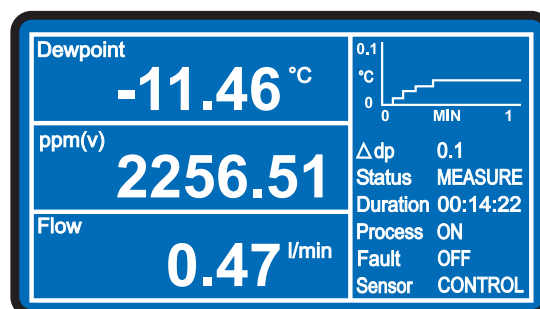

Рис. 24 Главный экран
1. Включите прибор, установив выключатель питания на задней панели в положение **ON** (ВКЛ). **ПРИМЕЧАНИЕ. Модели, установленные в стойку, включатся после включения питания стойки.** Дисплей прибора включится и отобразит параметры по умолчанию и единицы измерения, как показано на *рис. 24*.